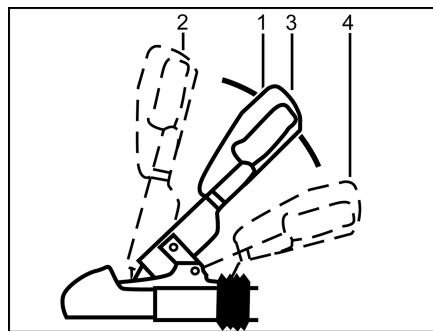

Bild 1 Sicherheitskupplung WS 3000 D
- Kupplungsgriff (Bild 1,1) nach oben in Stellung "offen" (Bild 1,2) ziehen. Sicherheitskupplung ist geöffnet.
- Die geöffnete Sicherheitskupplung auf die Anhängerkugel des Zugfahrzeugs aufsetzen und den Kupplungsgriff loslassen. Der Griff gleitet selbsttätig in seine Ausgangsstellung (Bild 1,3) zurück.
- Die Stabilisierungseinrichtung aktivieren. Dazu den Kupplungsgriff aus geschlossener Stellung (Bild 1,3) bis zum Anschlag nach unten drücken (Bild 1,4).
Zum Ausschalten der Stabilisierungseinrichtung, z. B. zum Rangieren, den Kupplungsgriff (Bild 1,1) langsam bis zur geschlossenen Stellung (Bild 1,3) nach oben ziehen.